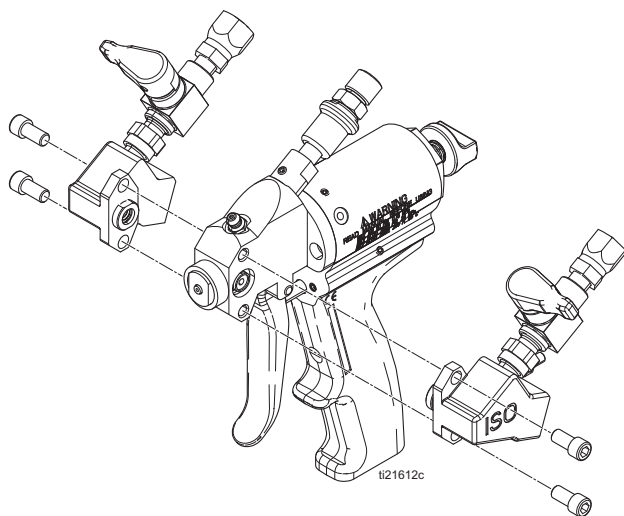

Рис. 11: Сборка отводных блоков
3. Убедитесь, что плунжерный предохранитель (67) затянут и полностью прикреплен к пистолету винтами.
4. Снимите отводные блоки, открутив винты. См. Рис. 11, стр. 18.
5. Снимите с отводного блока один из корпусов уплотнения (17). Оставьте уплотнение (30) в корпусе и промойте подходящим растворителем.